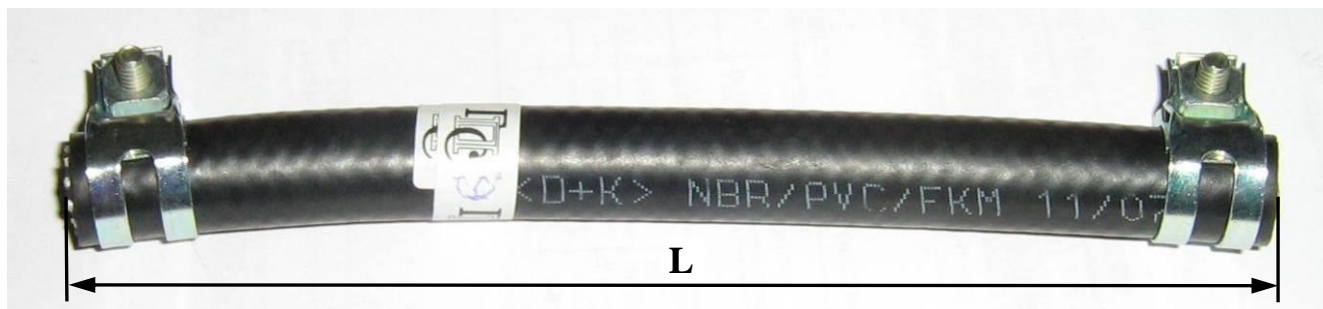

Рис.69. Внешний вид топливопровода низкого давления в сборе с хомутами
**Топливопроводы низкого давления** (рис.69) служат для подвода отфильтрованного топлива от ФТОТ к ТНВД и слива отсечного топлива с топливных форсунок и ТНВД в топливный бак. Топливопроводы изготавливаются из рукава OD14,29×ID7,94 SAE30R9 следующих размерностей: